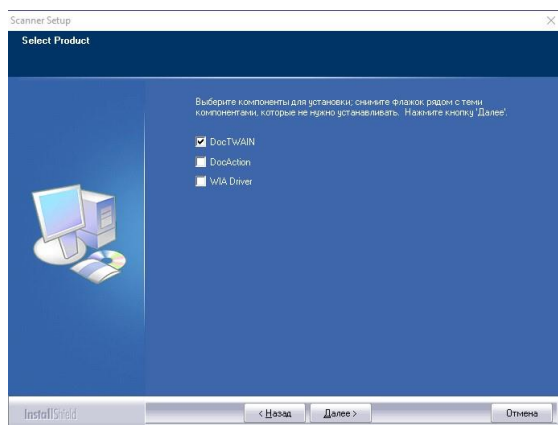

Рисунок 6.
4. Выбираем компонент установки «DocTWAIN», установив флажок в соответствующем поле. Нажимаем «Далее» (Рисунок 6)